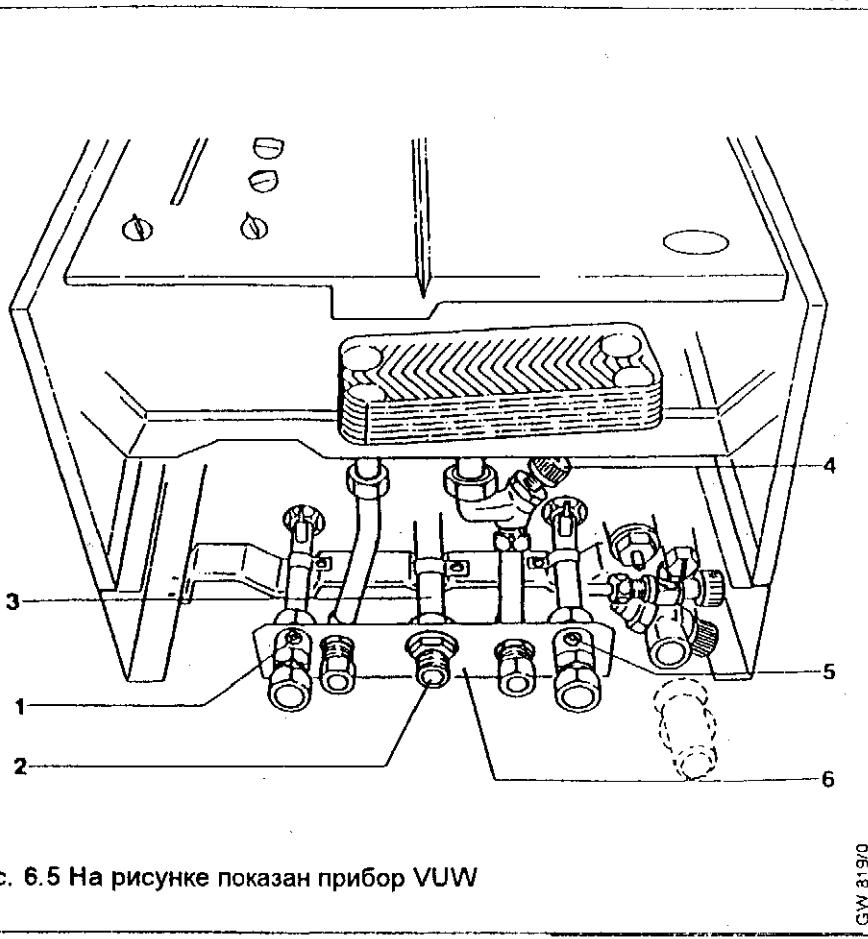

Рис. 6.5 На рисунке показан прибор VUW
- Открыть запорный вентиль\* холодной воды (4, рис. 6.5), поворачивая его влево.
кран (2, рис. 6.5).
- Открыть краны профилактического осмотра отопительного контура (1 и 5, рис. 6.5).